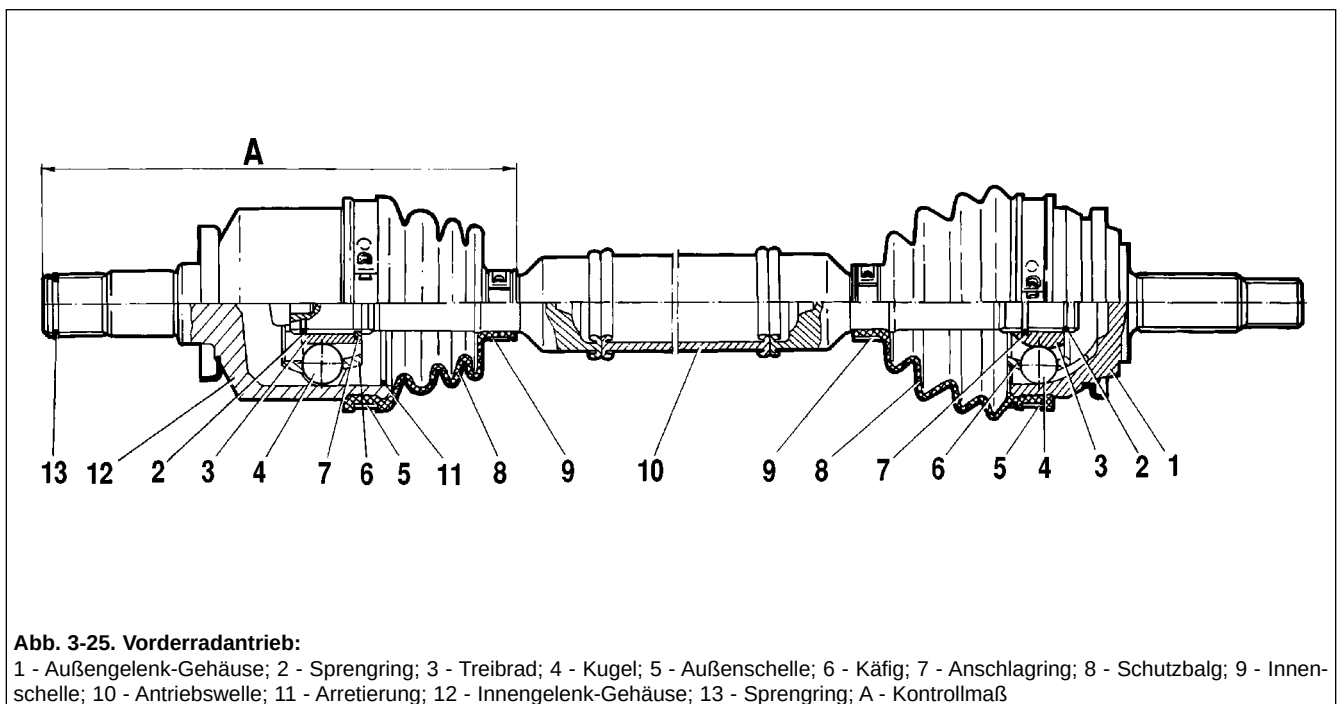

Abb. 3-25. Vorderradantrieb:
Der Antrieb jedes Rades besteht aus zwei Gleichlaufgelenken und der Welle 10 (Abb. 3-25), die beim linken Rad aus einem Vollstab und bei dem rechten Rad aus einem Rohr hergestellt ist.
Die Zerlegung des Außengelenkes nur bei Beschädigung des Schutzbalges 8 (Abb. 3-25) durchführen, falls Fettwechsel und Beurteilung des technischen Zustandes der Teile erforderlich sind.
- die Schellen 5 und 9 (Abb. 3-25) abnehmen und den Schutzbalg 8 durch die Welle schieben (beim rechten Rad den Balg umstülpen);
Vor dem Anbringen der Schellen den «Luftüberschuß» aus dem Schutzbalg auslassen, indem man an den Balgbund mit dem Schraubenzieher zieht. Das Gelenk und die Welle sollen dabei fluchten und das Maß **A** (Abb. 3-25) 210 mm betragen. Die Bälge mit dem Dorn 67.7853.9537 montieren.